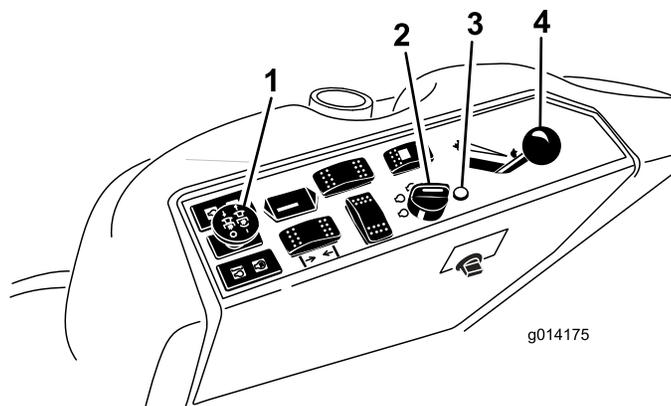

Bild 11
4. Schieben Sie den Zapfwellenantriebschalter auf „Aus“ (Bild 11).
5. Bewegen Sie den Gasbedienungshebel in die Mittelstellung zwischen Langsam und Schnell (Bild 11).